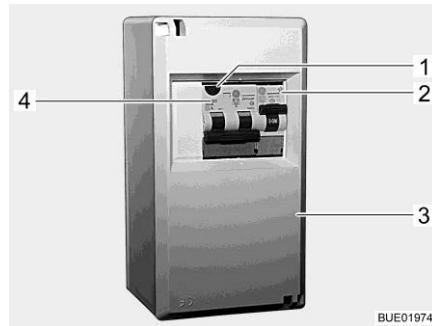
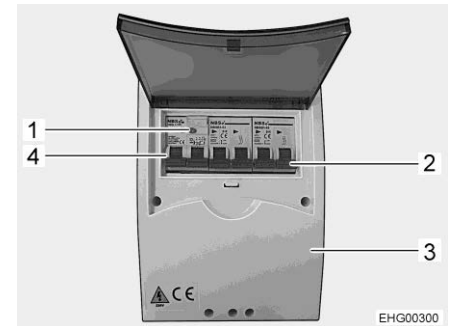

Bild 206 230 V-säkringslåda
Bild 207 230 V-säkringslåda (variant)
En kombinerad jordfelsbrytare/ledningsskyddsbrytare (Bild 206,4 eller Bild 207,4) i säkringslådan (Bild 206,3 eller Bild 207,3) skyddar hela fordonet mot läckström (0,03 A).
På fordon med extrautrustning (t. ex. klimatanläggning) skyddas apparaten av en extra ledningsskyddsbrytare (10 A) (Bild 206,2 eller Bild 207,2).
- När fordonet är anslutet till 230-V-försörjningen, tryck på kontrollknappen (Bild 206,1 eller Bild 207,1). Jordfelsbrytaren måste utlösas.